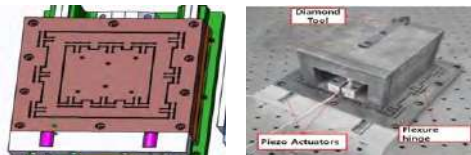

Fig. 1 Fine servo system
본 연구에서 사용된 Fine Servo에는 T형 탄성가이드에 10개의 원형 노치를 사용하여 제작하였으며, 굽힘강성은 식 (1) 축강석은 식 (2), (3)과 같으며 설계는 Fig 1에 나타내고 있다.